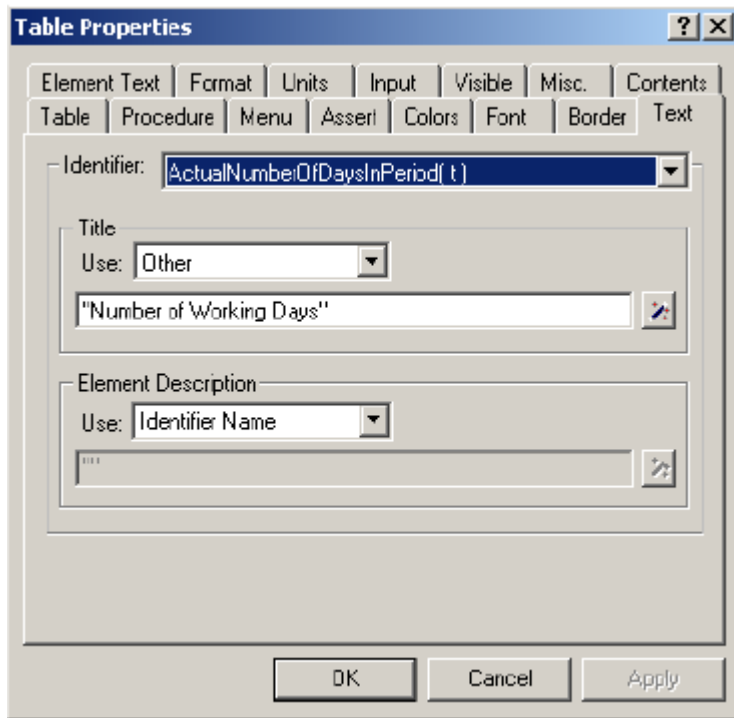

图 11.20: Table Properties 对话框中 Text 选项
- 指“Number of working days”（加引号）作为新标题（如图 11.20 所示），然后